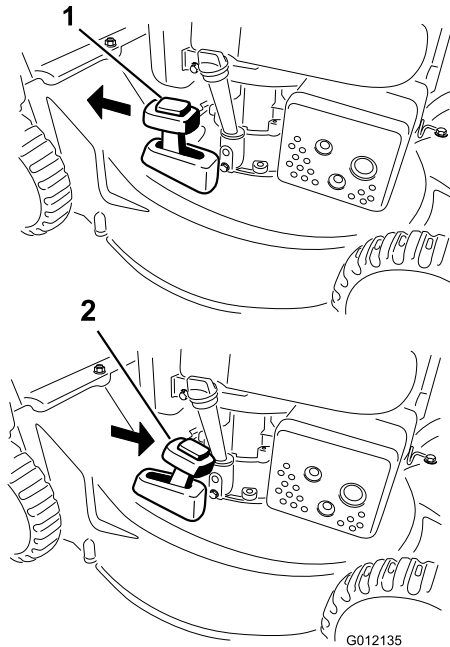

Figura 16
Para reciclar los recortes, mueva la palanca de ensacado a demanda al modo de **reciclado** (Figura 16).
2. Instale la bolsa de recogida; consulte Cómo retirar la bolsa de recogida (página 12) y mueva la palanca de ensacado a demanda al modo de **ensacado** (modelo 20836 solamente), como se muestra en Figura 16.
**Nota:** Si la bolsa de recogida está instalada en la máquina, retírela antes de proceder a la descarga lateral de los recortes; consulte Cómo retirar la bolsa de recogida (página 12). La palanca de ensacado a demanda debe estar en el modo de **ensacado** (modelo 20836 solamente), como se muestra en Figura 16.